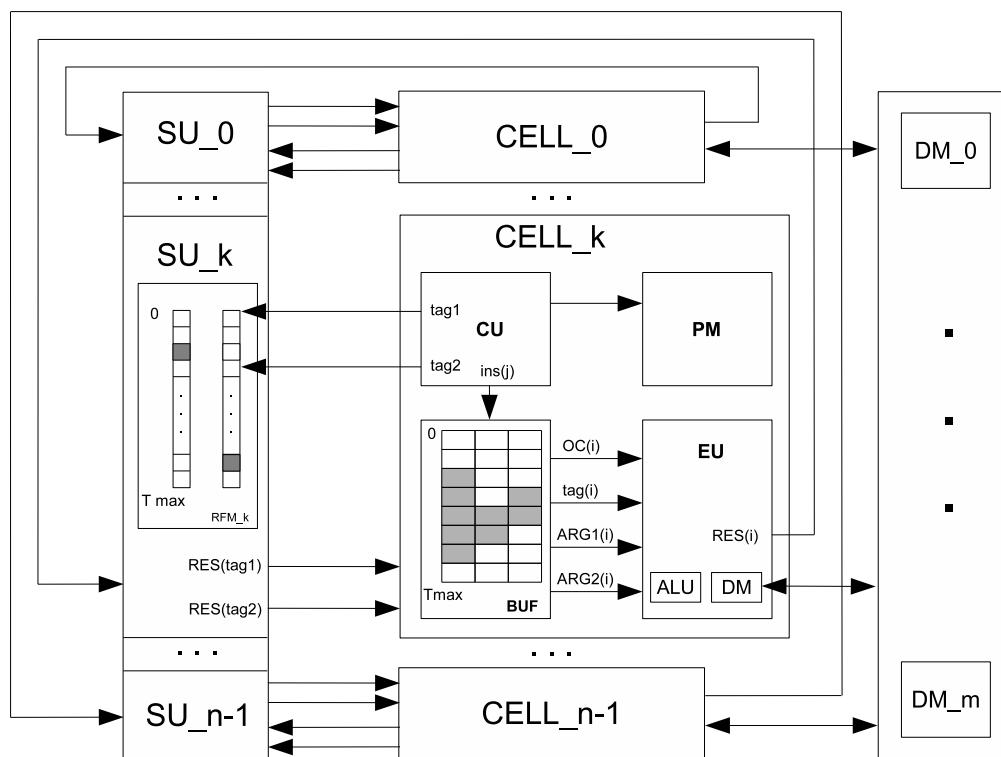

Рис. 3: Обобщенная структура ядра мультиклеточного процессора
В третьих, естественная реализация параллелизма предполагает использование нескольких процессорных устройств. Так как исполняемая команда не имеет информации о потребителях получаемых результатов, ее результаты должны рассыпаться всем потенциальным потребителям, а команды-приемники должны отбирать требуемые им результаты из общего потока. Ядро мультиклеточного процессора, учитывающее эти особенности, состоит из совокупности идентичных процессорных блоков (клеток), объединенных однонаправленной полносвязной коммутационной средой (SB). Каждая клетка включает устройство управления (CU), буфер команд (BUF) и набор исполнительных устройств (EU). Обобщенная структура ядра мультиклеточного процессора приведена на рис.3.